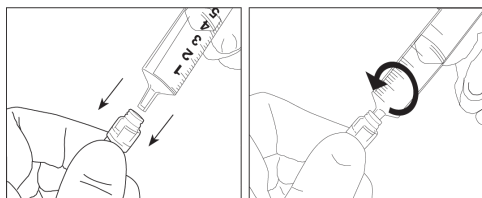

Abbildung 2: Männlicher Luer-Slip (MSL)
2. Unter Einhaltung aseptischer Bedingungen die Spritze oder das Verlängerungsset durch Eindrücken in den nadellosen Injektionsport und Drehen im Uhrzeigersinn anschließen. Siehe Abbildung 2. Nicht versuchen, die Nadel oder den Luer-Anschluss schräg einzuführen oder den Schlitz im Port mit Gewalt zu öffnen.